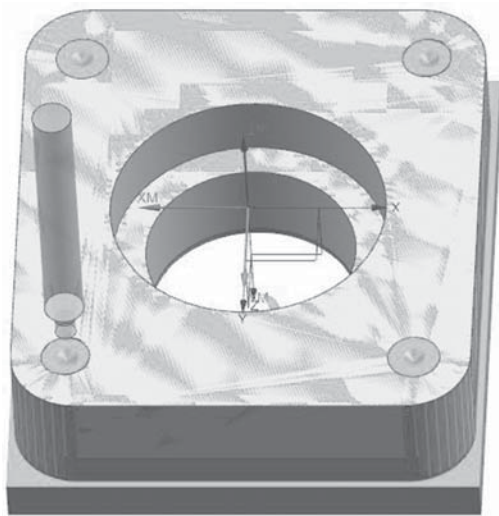

图 4-2-10 加工仿真
④单击“刀轨设置”对话框中的 (进给率和速度) 图标, 进入“进给率和速度”对话框, 在“主轴速度”区域中, 勾选 图标, 在文本框中填入 2000, 在“进给率”区域中的“切削”文本框中填入 200, 单击 图标进行计算, 单击“确定”按钮返回“定心钻”界面。
⑤单击“操作”区域中的 图标进行计算, 再单击 图标, 进入“刀轨可视化”对话框。单击“3D 动态”图标进行 3D 仿真操作, 把“动画速度”调整到 2, 便于观察。单击 图标进行仿真, 如图 4-2-10 所示。确认无误后, 单击两次“确定”按钮后完成工序创建。